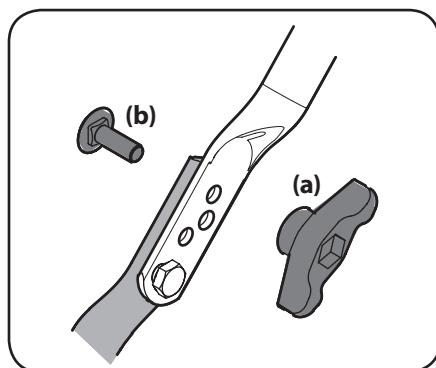

Figura 2-12
- Usando los tornillos de cabeza hexagonal (a), instale el conjunto del control de rotación del canal. Consulte la Figura 2-12.